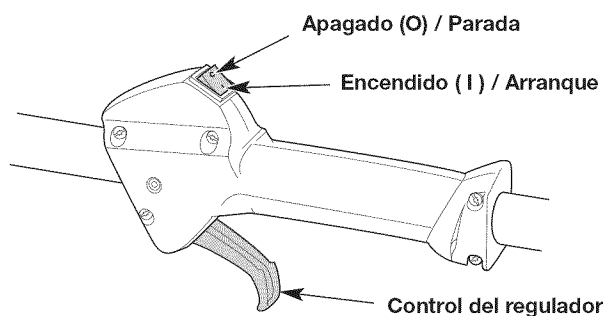

Fig. 4
NOTA: No hay necesidad de encender la unidad. El interruptor de Encendido/Apagado debe estar en la posición ENCENDIDO (I) en todo momento (Fig. 4).
6. Apriete el control del regulador (Fig. 4) y tire de la cuerda **5 veces** con movimiento regulado y firme (Fig. 6).
2. Oprima y no suelte el interruptor de control de Encendido y Apagado en la posición APAGADO (O) hasta que el motor se detenga por completo (Fig. 4).